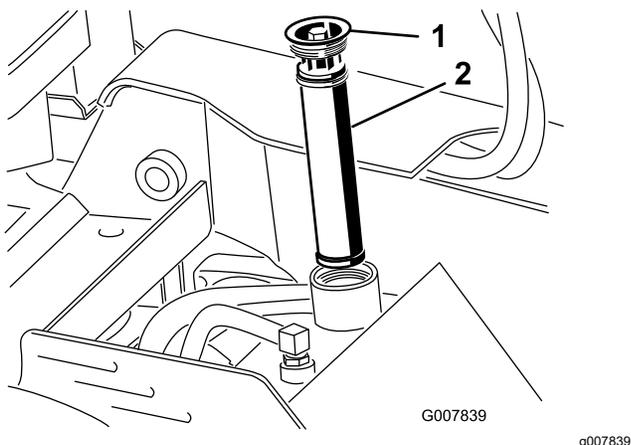

Figura 65
- Pulite l'area intorno al collo del bocchettone del serbatoio idraulico e rimuovete il tappo ed il filtro dal collo del bocchettone usando una chiave a tubo (Figura 65).